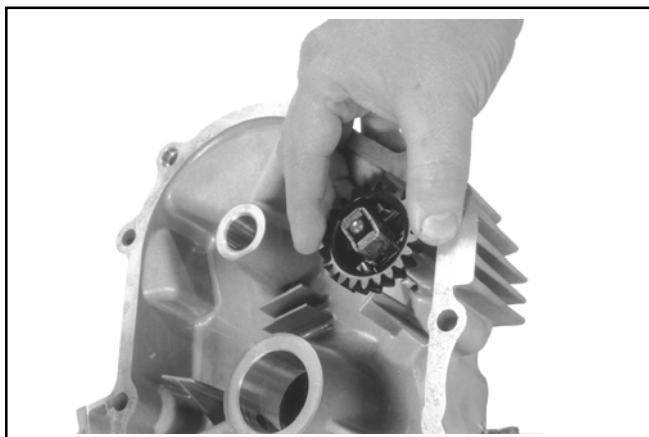

Figura 10-13. Rimozione dell'ingranaggio del regolatore.
1. Rimuovere il gruppo perno di regolazione ed ingranaggio del regolatore. Vedere Figura 10-13.